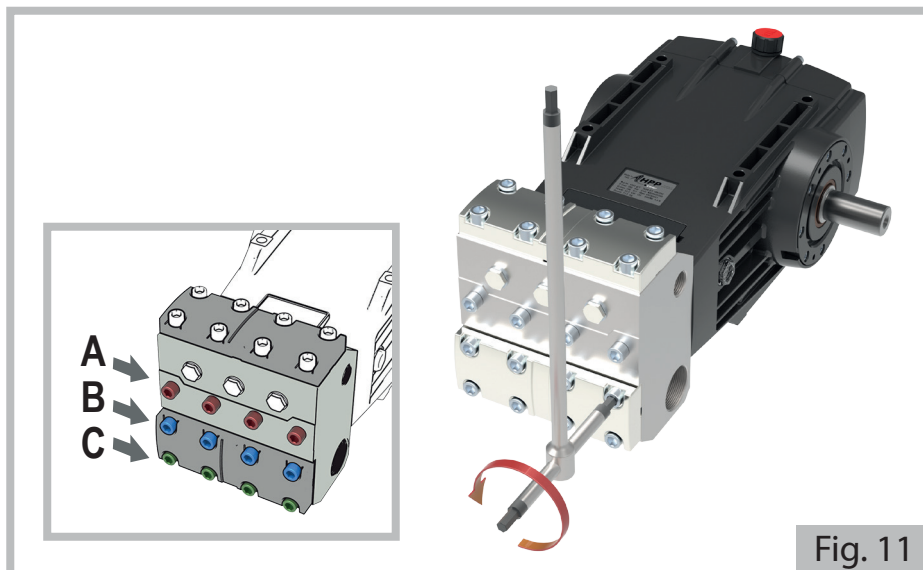

Fig. 11
- a) Mediante uma chave umbraco 12 mm, afrouxar de uma rotação os quatro parafusos **C** e desapertar completamente os oito parafusos **A** e **B** (vide pormenor na Fig. 11).